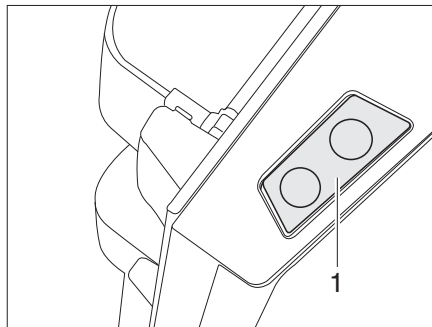

Fig. 338 Botón de desbloqueo de la puerta del frigorífico (Dometic de la serie 8)
- Pulsar el botón de desbloqueo (Fig. 338,1) y abrir la puerta del frigorífico.